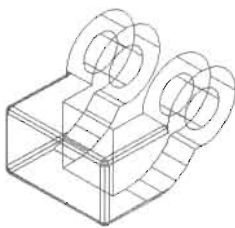

图 14-177
(1) 切换到左视图, 先绘制一个 $5 \times 14\text{mm}$ 的矩形, 然后捕捉该矩形的左下角顶点继续绘制一个 $9 \times 14\text{mm}$ 的矩形, 接着把 $5 \times 14\text{mm}$ 的矩形向右平移 2mm, 如图 14-177 所示。
(2) 执行 Offset (偏移) 命令, 把 $9 \times 14\text{mm}$ 的矩形向内偏移 1mm, 然后以新生成的矩形